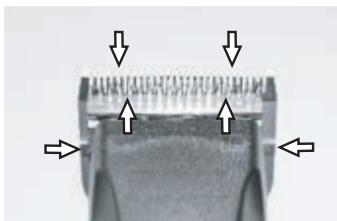

図 24
うまく毛刈りができるように、またバリカンとバリカンヘッドの耐久性を高めるために上下の刃の間に薄いオイルコートを施す必要があります(図24)。
- ▶ 毛刈り中に刃へ十分な潤滑を(15分間隔で)行い、洗い流さないでください(図24)。
刃は、使用前、使用中、使用後に油を塗布する必要があります。トリミング跡が縞になる場合、オイルが必要なことを示しています。バリカンの刃の前面と側面に油を数滴たらします(図24の矢印を参照)。余分なオイルは滑らかな布等で拭き取ってください。潤滑スプレーでは良好な潤滑には足りませんが冷却する役割は果たします。怪我を避ける為に損傷した刃は早急に交換してください。